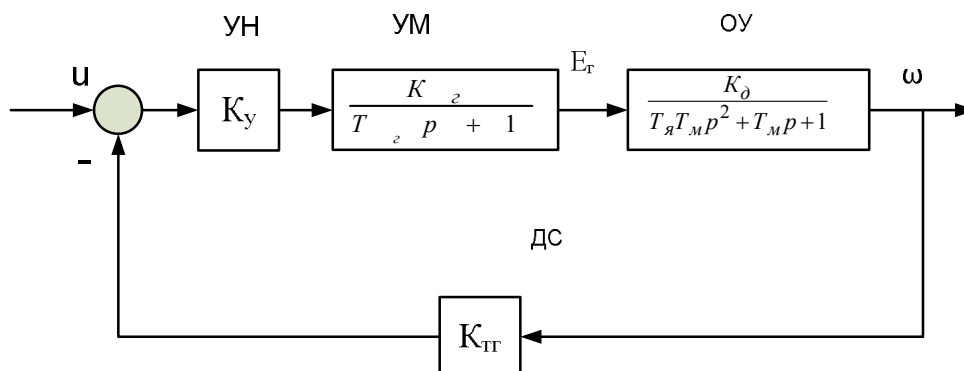

Рис.1
На рис.1 представлена структурно-функциональная схема одноконтурной системы управления двигателем постоянного тока с независимым возбуждением.
На рис.1 приняты следующие обозначения: ОУ - объект управления (двигатель); УН -полупроводниковый усилитель напряжения; УМ - усилитель мощности (генератор постоянного тока); ДС - датчик скорости (тахогенератор); u - напряжение управления; E_g - э.д.с. генератора; ω - угловая скорость вращения вала двигателя (управляемая переменная); T_e , T_j , T_m - постоянные времени обмотки возбуждения генератора, якорной цепи двигателя и электрохимическая постоянная времени двигателя, соответственно.
1. По передаточной функции ОУ (рис.1) составить его уравнения состояния в скалярной и векторно-матричной формах; используя численные значения параметров (табл.1), оценить управляемость и наблюдаемость ОУ по критериям Калмана.